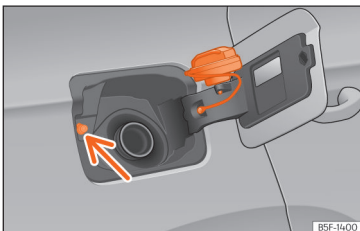

Fig. 203 Tampa do depósito com o tampão encaixado.
- Coloque-a no espaço existente na dobradiça da tampa aberta »» **Fig. 203.**
Evite tocar no botão de travagem da tampa de combustível »» Fig. 203 [seta]. O sistema entenderá que acabou e não poderá continuar a abastecer. Volte a pressionar o botão B da porta do condutor para continuar.